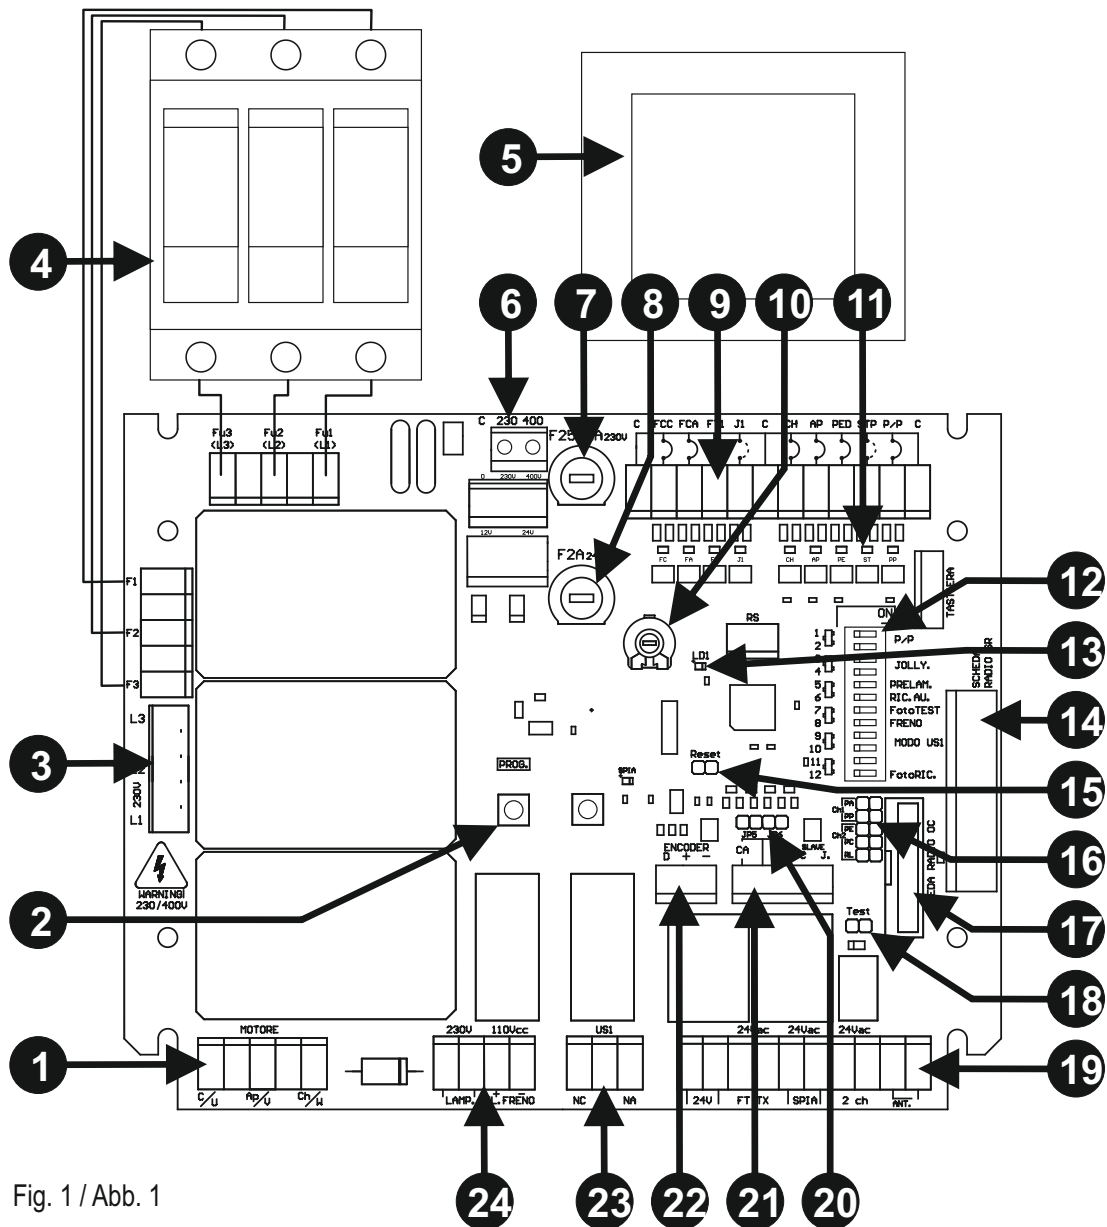

Fig. 1 / Abb. 1
BESCHREIBUNG DER VERSCHIEDENEN TEILE (Abb. 1)
- **Mit dem befähigten Fototest und der Zentrale in Stand-By sind die Sender der Fotozellen nicht versorgt und der Eingang FT1 ist offen (LED ausgeschaltet). Unter dieser Bedingung kann auch der Betrieb der Fotozellen durch Kurzschließen des Test-Jumpers überprüft werden (Detail 18 der Abb. 1).**
EMPFÄNGER OC2 (Det. 17 in Abb. 1)